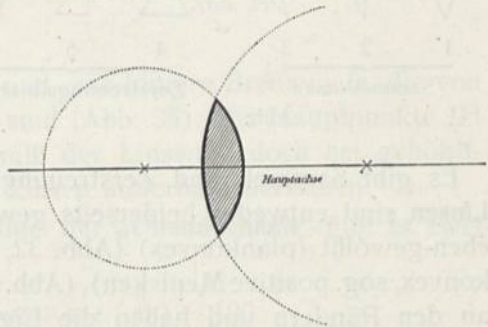

Abb. 31.
1. Denkt man sich die Mittelpunkte der zu Kreisen ergänzten Linsenoberflächen durch eine Linie verbunden und diese verlängert, so ist dies die „**Hauptachse**“ des Objektivs (Abb. 31).